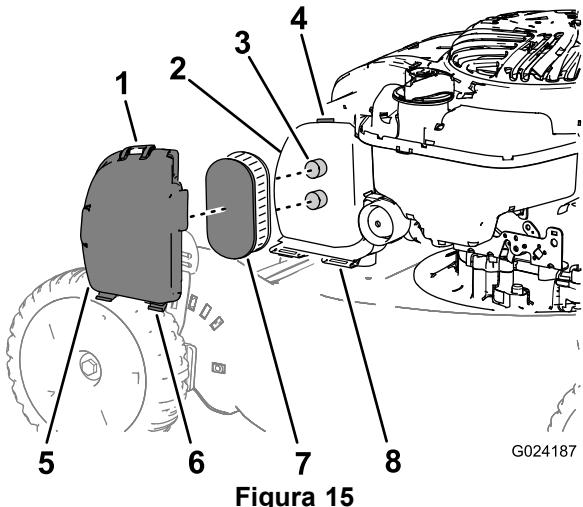

Figura 15
- Premete la linguetta superiore sul coperchio del filtro dell'aria (Figura 15) e aprirete il coperchio.
- Togliete l'elemento del filtro dell'aria (Figura 15).